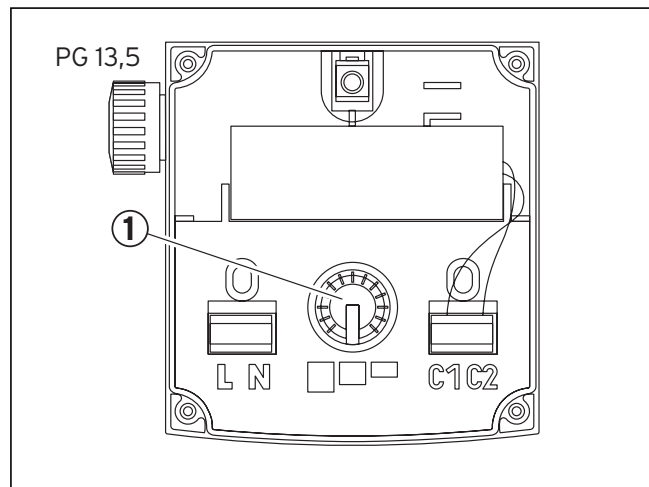

Рис. 8.2 Арт. № 309 442
- Типы EM: 3-ступенчатый-поворотный выключатель (рис. 8.2 и 8.3, поз. 1) настроить в клеммовой коробке на необходимое число оборотов.